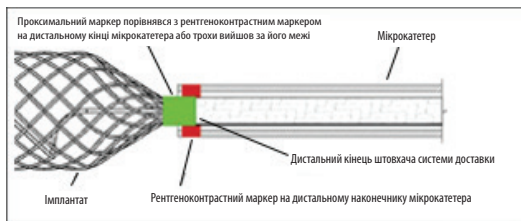

Рисунок 6. Положення маркерних смужок перед від'єднанням
- Під флюороскопічним контролем напрямку повільно просуньте імплантат за межі наконечника катетера. Продовжуйте просувати імплантат до потрібної ділянки, щоб рентгеноконтрастний маркер на проксимальному кінці імплантату порівнявся з рентгеноконтрастним маркером на дистальному кінці катетера або трохи вийшов за його межі, розташовуючи ділянку від'єднання безпосередньо поза наконечником катетера. Див. рисунок 6. За необхідності змініть положення. Якщо розмір імплантату не підходить, вийміть пристрій і замініть його на інший, який матиме більш відповідний розмір. Рух імплантату вказує на ризик його зміщення після від'єднання. **НЕ** обертуйте штовхач під час або після доставки імплантату в судинну систему. Обертання штовхача може призвести до пошкодження імплантату або його передчасного від'єднання від штовхача, що може спричинити зміщення імплантату. Крім того, слід провести ангіографічну оцінку перед від'єднанням, щоб переконаватися, що імплантат не зачіпає нецільові судини.